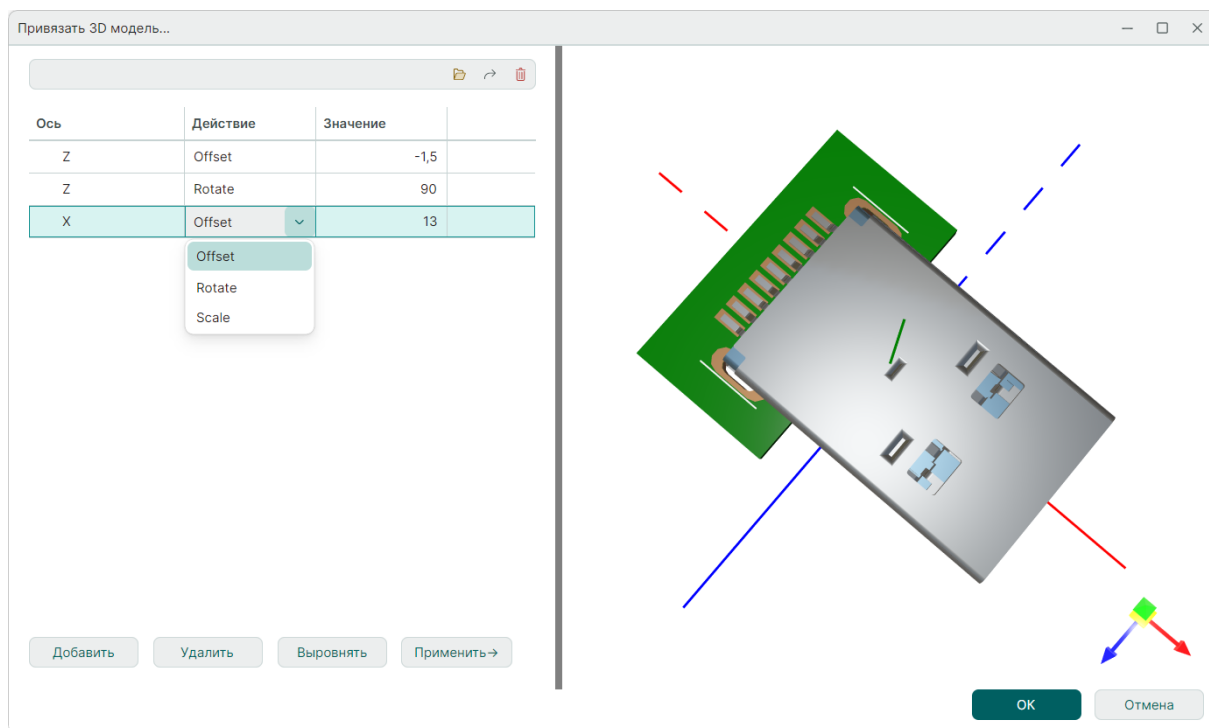

Рис. 154 Внешняя 3D-модель, привязанная к выбранному посадочному месту
7. В случае когда автоматическое выравнивание не дает требуемого результата, необходимо создать цепочку операций вручную, см. Рис. 154.